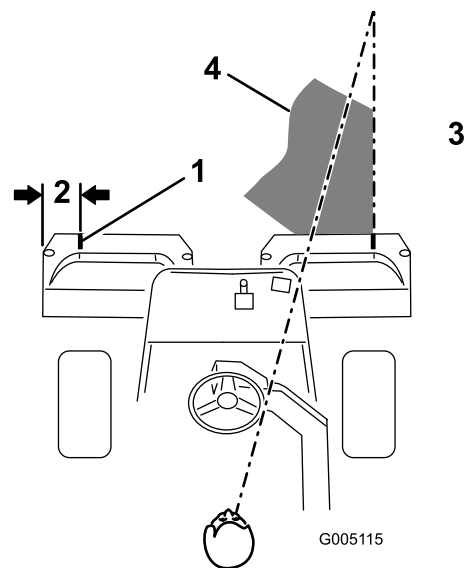
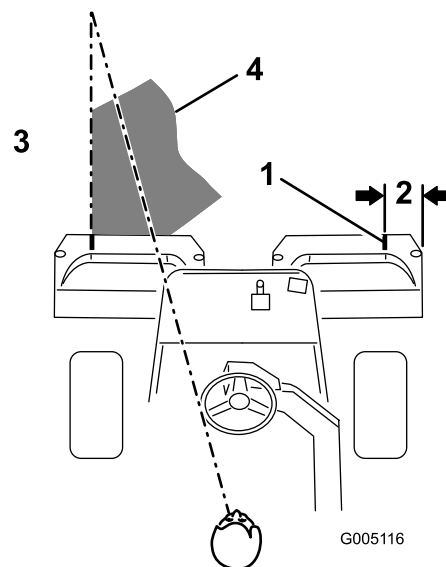

図 39
図 40
2. その位置に白色テープか白ペンキで集草箱の縁と平行に目印を入れる（図 39）。
3. 行きと帰りでのオーバーラップができるだけ小さくなるように運転します。隣の列との距離を一定に保って直進するには、本機の前前方約2～3mを視野に捕らえておくのがポイントです(図 39および図 40)。ハンドルを目印にして距離を合わせても良いでしょう。その場合、ハンドルの縁と本機前方の目標ラインとを重ねて見ながら運転します(図 39および図 40)。